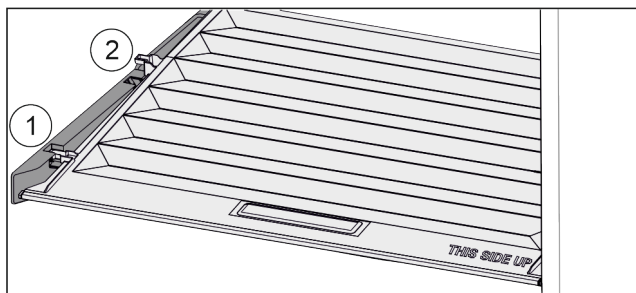

Fig. 68
- ▶ Trageți capacul în față Fig. 68 (1) până la orificiul din piesele suportului.
- ▶ Ridicați în spate de jos și scoateți Fig. 68 (2) în sus.